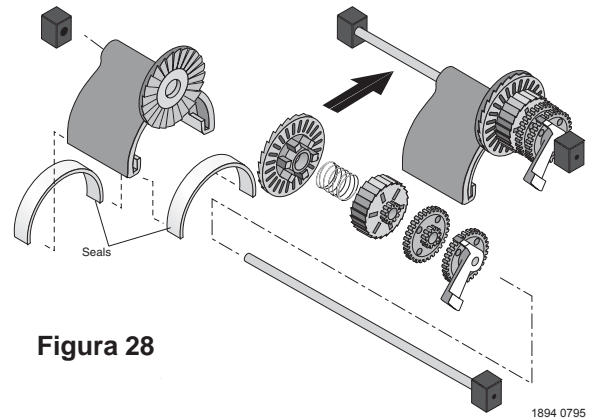

Figura 28
2. Instale el oscilador en el eje largo de engranaje. Instale el engranaje de trinquete en el eje de modo tal que los dientes enganchen el trinquete en el oscilador. Instale el resorte, el tambor de trinquete, el piñón de engranaje (engranaje grande primero), y la leva (extremo del engranaje primero) en el eje (Consultar la Figura 28). Sostenga los engranajes en el eje mientras los instala, y comprima el resorte de embrague para permitir que la unidad se deslice en posición entre los postes (Consultar la Figura 28).